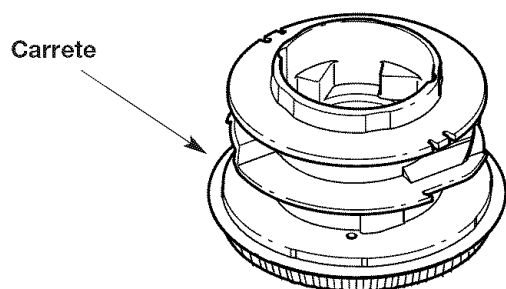

Fig. 22
3. Saque todo el escombros o pasto de la perilla, del resorte, del carrete y del sello de espuma. Saque toda la línea existente del carrete antes de limpiarlo. Lave el carrete con agua jabonosa tibia (Fig. 22).